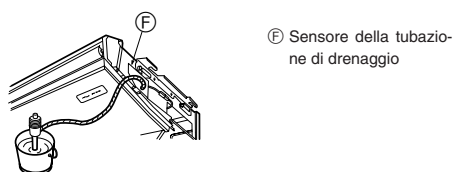

Fig. 5-3
1. Collegare la staffa di attacco ⑤ fornita con l'unità all'apertura di drenaggio con adesivo al cloruro di vinile.
2. Fissare il coperchio della staffa ⑥ fornito con l'unità alla staffa di attacco ⑤.
3. Fissare il tubo di drenaggio eseguito localmente (VP-20) alla staffa di attacco ⑤ con adesivo al cloruro di vinile.
4. Avvolgere il coperchio della tubazione di drenaggio ⑦ fornito con l'unità. (Fasciatura delle giunzioni)
5. Controllare il corretto funzionamento del drenaggio. (Fig. 5-3)